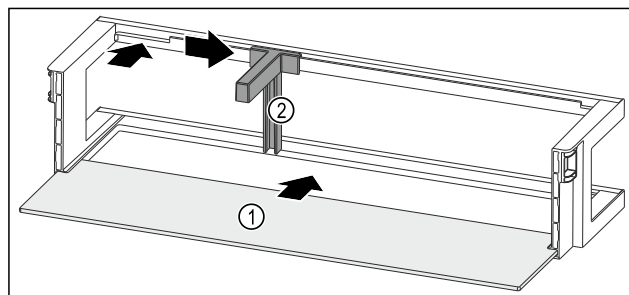

Fig. 219 Türabsteller mit Abstellfläche
- Abstellfläche Fig. 219 (1) in die seitlichen Aussparungen einschieben.
- Flaschenhalter Fig. 219 (2) in die Aussparung einsetzen.
- Flaschenhalter Fig. 219 (2) in gewünschte Position zur Seite schieben.